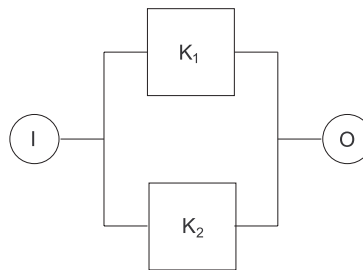

Abb. 2: Parallelschaltung
Für die Parallelschaltung in Abbildung 2 gilt:
- Die Parallelschaltung in Abbildung 2 funktioniert nicht, wenn keine Komponente funktioniert, d. h., wenn beide defekt sind. Es gilt daher